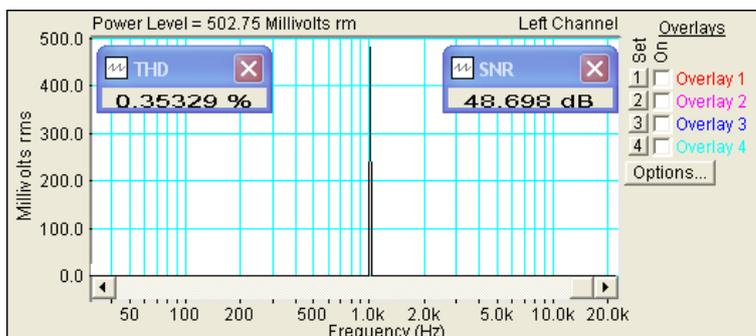

Рис.4.7. Определение THD и SNR
одновременно на частоте 1000 Гц (рис.4.7). Эти параметры существенно зависят от уровня выходного сигнала УО, поэтому измерения производятся при нескольких значениях напряжения. Для простоты измерений вертикальная шкала анализатора спектра градуируется в милливольтках.
- Нажмите кнопку **Run**. По этой команде на дисплее появится спектр тестового сигнала 1 кГц и значения **THD**, **SNR** и U_2 (рис.4.7.). Через 10-20 с, когда цифры перестанут изменяться, нажмите кнопку **Stop** и занесите результаты измерений в табл.4.2..